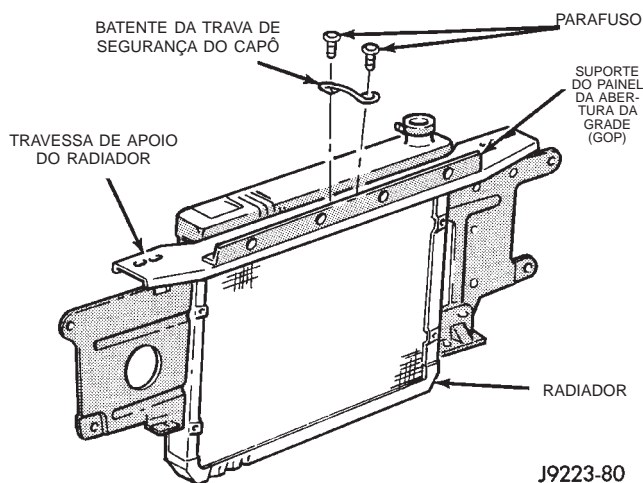

Fig. 8 Batente da Trava de Segurança do Capô
- (1) Remova os parafusos do batente da travessa de apoio do radiador (Fig. 8).
- (2) Remova o batente da travessa.